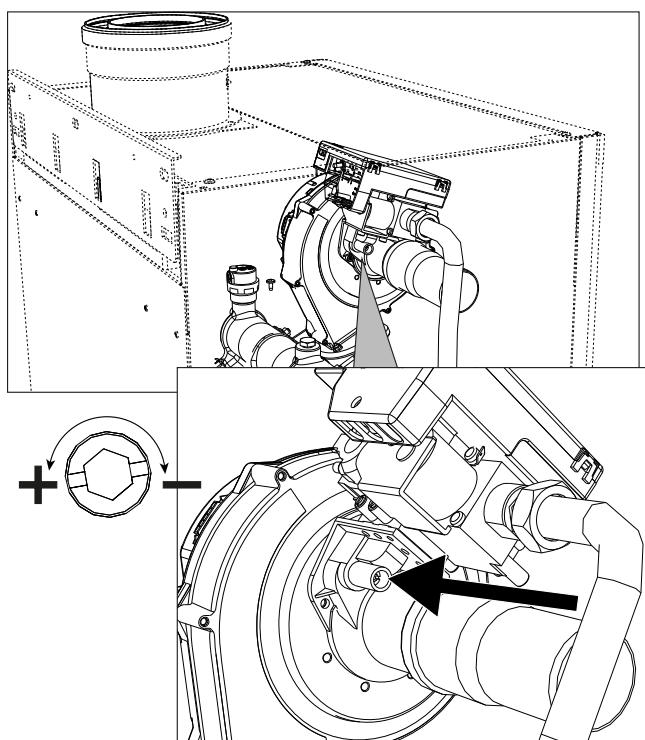
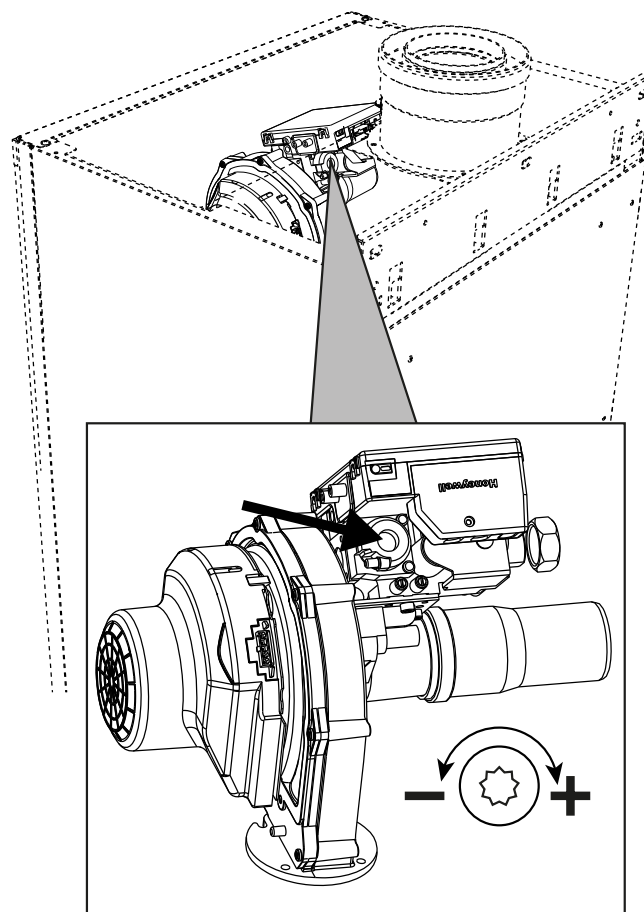
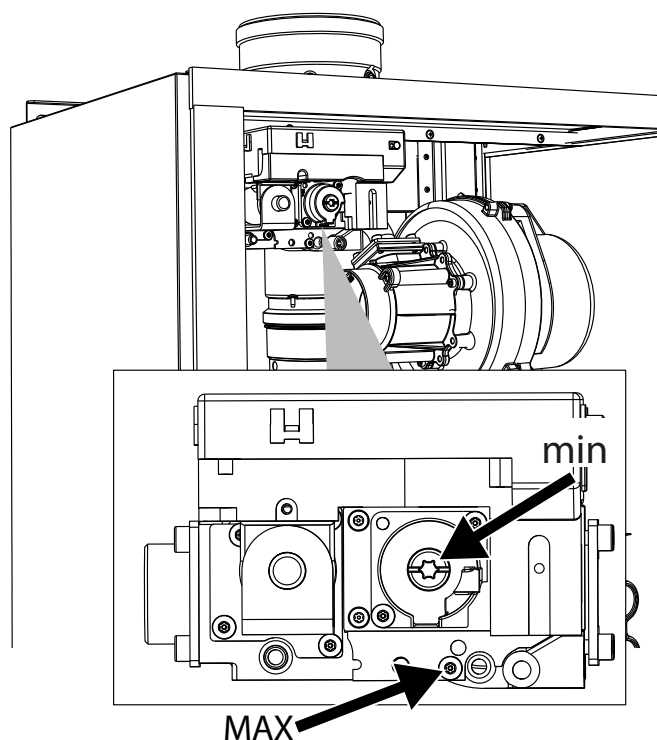

fig. 70- Reglarea maximă la modelele W 60 i W 80
fig. 71- Reglarea minimă la modelele W 60 i W 80
fig. 72- Reglarea maximă i minimă la modelele W 99, W 120 i W 150
- În cazul în care valorile sunt diverse de cele indicate, reglați CO₂ cu ajutorul șurubului de reglare a maximului, aducându-l la valorile de CO₂ indicate. Vezi **fig. 70** pentru modelele **W 60 și W 80** sau **fig. 72** pentru modelele **W 99, W 120 și W 150**.
- În cazul în care valorile CO₂ sunt diverse de cele indicate, reglați delicat cu ajutorul șurubului de „OFFSET” minim, verificând ca valoarea CO₂ să fie corectă. Vezi **fig. 71** pentru modelele **W 60 și W 80** sau **fig. 72** pentru modelele **W 99, W 120 și W 150**.